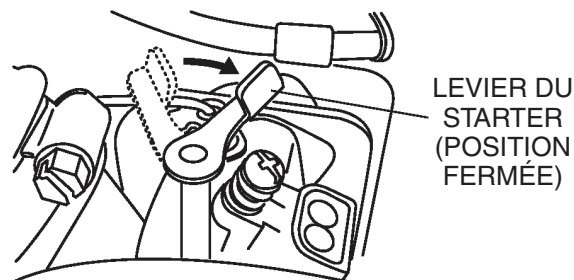

Figure 8. Levier d'étrangleur
5. Si le moteur ne démarre pas, déplacer le levier d'étranglement (Figure 8) vers la position demi-ouverte pour éviter le noyage.